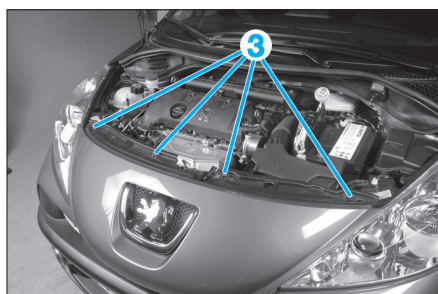

Fig. 3
- Ouvrir le capot, puis déposer les vis (3) (Fig.3).